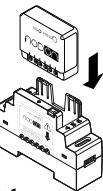

figure 1
- Insérez le module dans le boîtier Rail DIN en respectant le sens d'introduction du module (voir figure 1). Vérifiez que les bornes sont bien dévissées et veillez à ne pas plier les broches situées à l'intérieur du boîtier.